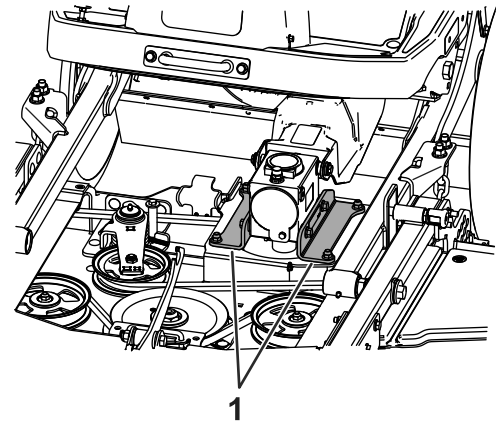

Figure 2
4. Déposez les supports de réducteur existants (Figure 2).